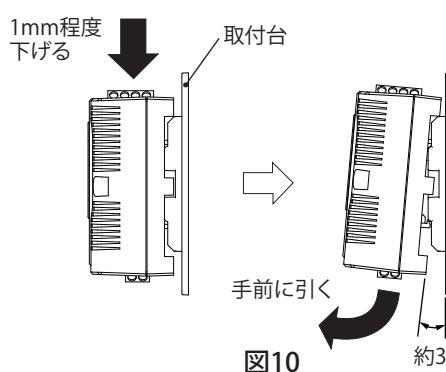

図10
1. 本体を 1mm 程度押し下げながら、手前に約 3° の角度に傾くまで引きます。(図 10)